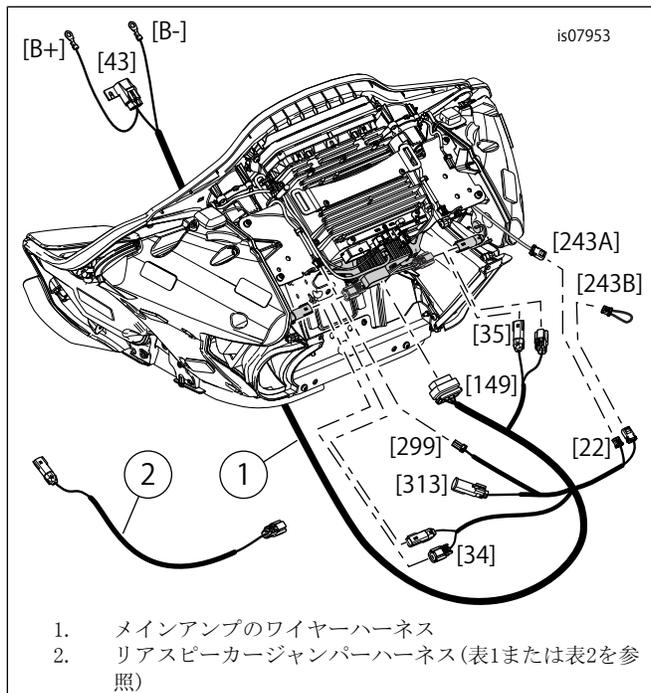

図4。ハーネス接続
4. 「図4」を参照してください。図のようにハーネスを配置してください。コネクタを接続します。[34]、[35]、[162]、[313]、[299]および[22]の接続の詳細は、以下を参照してください。
- ・ 4ウェイMolexコネクタ[162]はラジオからのリアチャンネル出力を供給します。アンプのないモデルのスピーカー出力に使用します(図4を参照)。プライマリーアンプには使いません。セカンダリーアンプのINPUT (入力)に使用します。